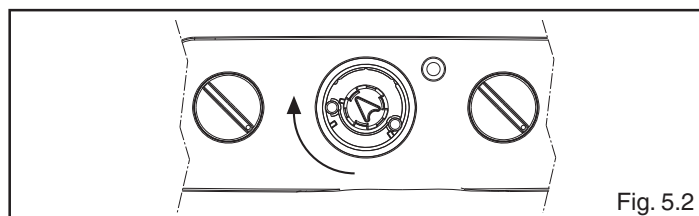

Fig. 5.2
- ruotare la manopola in senso orario fino a giungere a fine corsa, funzione "analisi combustione" (fig. 5.2).